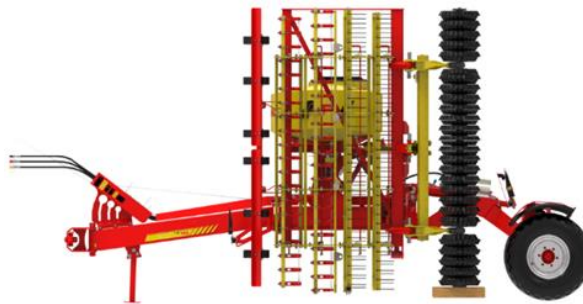

Рис. 31
- Устройство должно быть сложено, а ходовая часть опущена (см. Рис. 31).
- Установите устройство на низкорамный прицеп вдоль (см. Рис. 31).